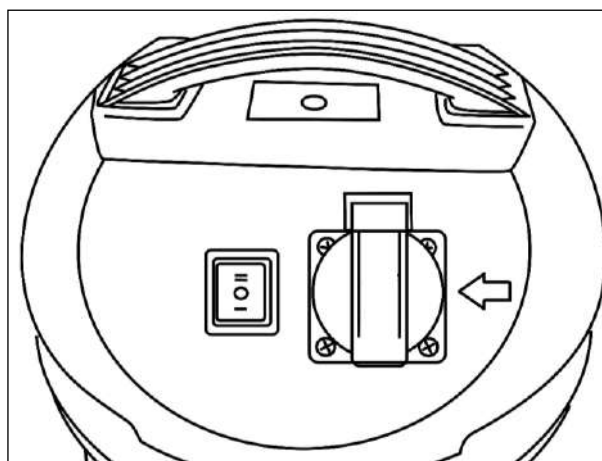

Рис.12 Розетка для подключения электроинструмента
- Положение «I» – выключатель нажат вниз, пылесос включен. Начиная работу через несколько секунд после пуска электроинструмента, который подключен к розетке на крышке пылесоса (рис.12), и отключается через несколько секунд после остановки электроинструмента.